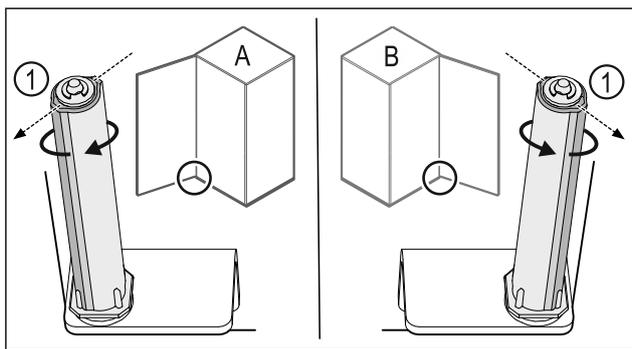

Fig. 41 Atidarymas į kairę (A) / atidarymas į dešinę (B)
- ▶ Sukite uždarymo sistemą, įveikdami pasipriešinimą, kol uždarymo sistemos pertvara Fig. 41 (1) bus nukreipta į išorę.